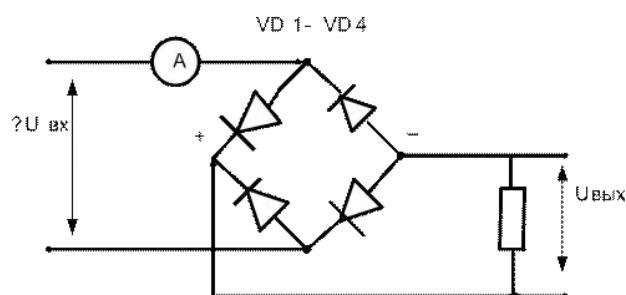

Рис.2 – Схема двухполупериодного выпрямителя.
6. Собрать схему двухполупериодного выпрямителя (рис. 2) и зарисовать с экрана осциллографа форму выпрямленного тока, в табл. 2 записать показания приборов при нагрузке выпрямителя  $R_{нагр}$ .